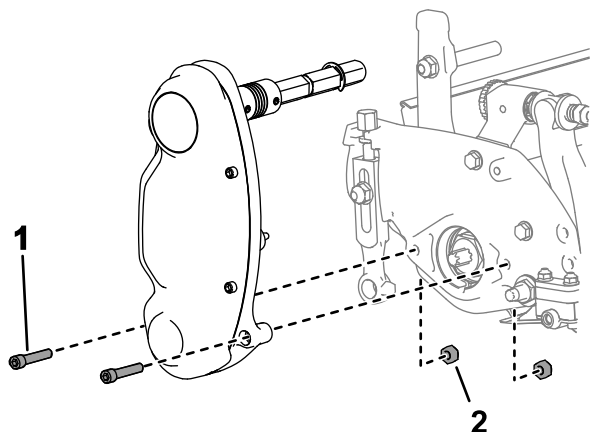

Figura 13
1. Rimuovete la bulloneria che fissa il gruppo di rotazione del cilindro alla piastra laterale (Figura 13).
2. Rimuovete i dadi dalla parte interna della piastra laterale (Figura 13).